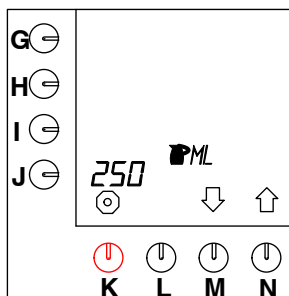

Fig. 26 Innhold kanne
- Trykk på valgtasten (N.)↑ inntil fig.26 vises på displayet.